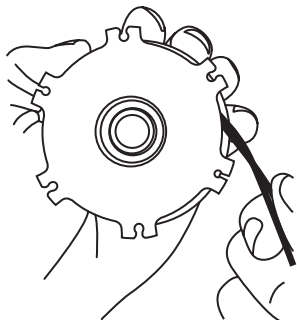

Рис. 16. Намотка корда на катушку
5. Намотайте корд плотно с натягом в канавки катушки. Направление намотки («WIND CORD») указано стрелкой на катушке (Рис. 16).